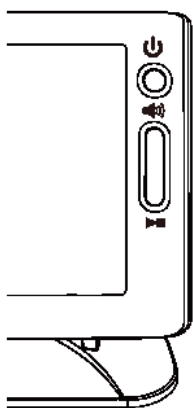

Рисунок 5
- Устройство отключится автоматически после 5 минут простоя. [Рисунок 5]